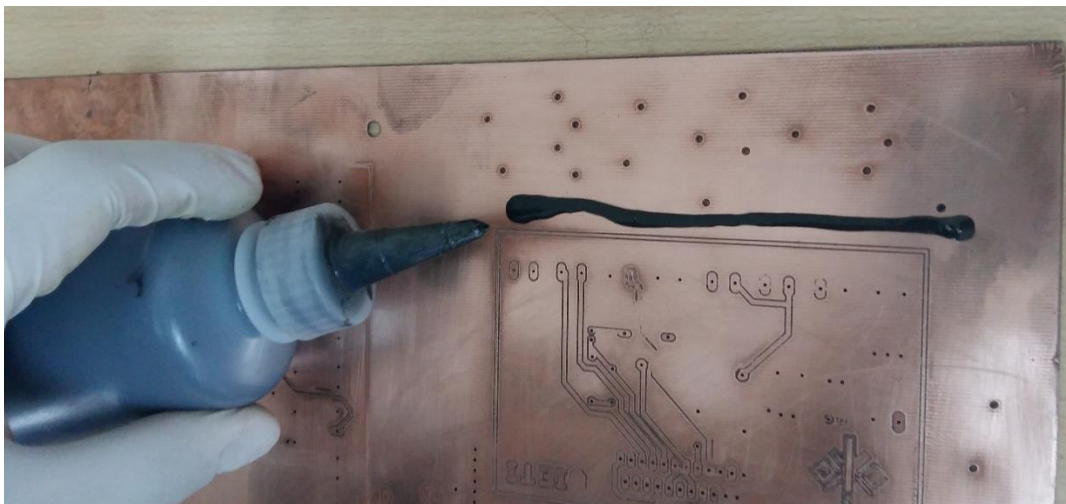

Figura 11. Aplicación de tinta conductiva.
7. Aplique una línea delgada de la tinta conductiva paralela al borde del circuito como se muestra en la figura 11.